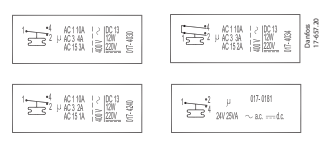

Fig. 3
**Contact load:** See switch cover or fig. 3. The marking, e.g. 10 (4) A, 400 V ~ AC means that max. connection current is 10 A ohmic and 4 A inductive at 400 V. The max. starting current on motor cutin (L.R.) may be up to seven times the inductive load - but max. 28 A.
See figs. 3 and 14
**Kontaktbelastning:** Se kontaktdækslet eller fig. 3. Mærkningen f.eks. 10 (4) A, 400 V ~ AC angiver, at der maks. må tilsluttes 10 A ohmsk og 4 A induktiv belastning ved 400 V. Den maksimale startstrøm ved indkobling af motor (L.R.) må være op til syv gange den induktive belastning – dog maks. 28 A.
Se fig. 3 og 14